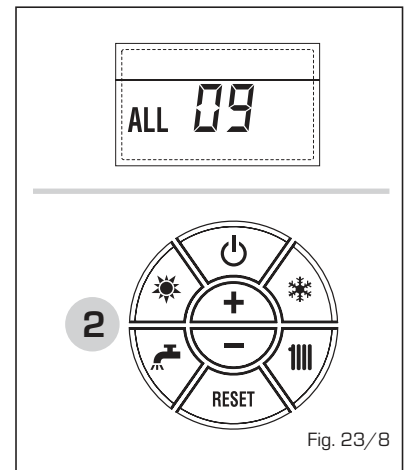

Fig. 23/8
- ANOMALÍA SONDA AUXILIAR "AL 10" (fig. 23/9)